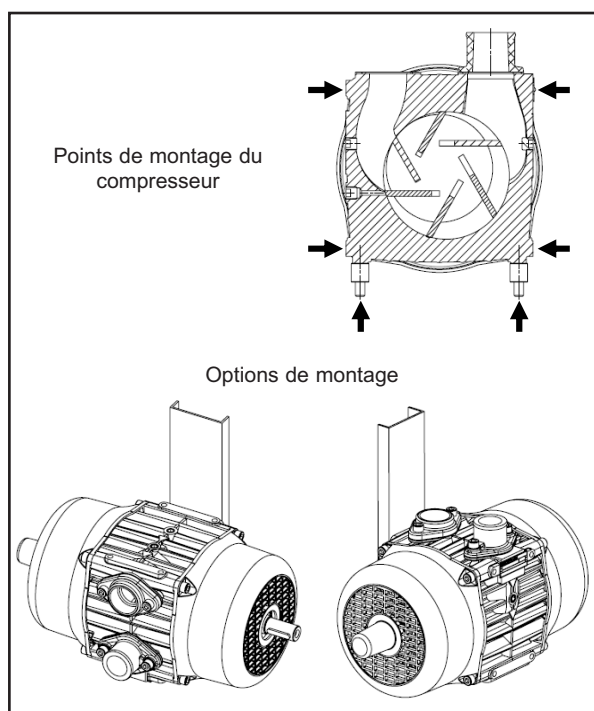

Figure 1 - Montage
1. Les points de montage du compresseur E140 se trouvent sur les deux côtés du corps et sur le socle. Le montage s'effectue à l'aide des goujons et des entretoises fournis ; voir la figure 1. Outre le support de montage standard, MOUVEX peut fournir des supports qui s'adaptent aux installations existantes utilisant d'autres types de compresseurs.